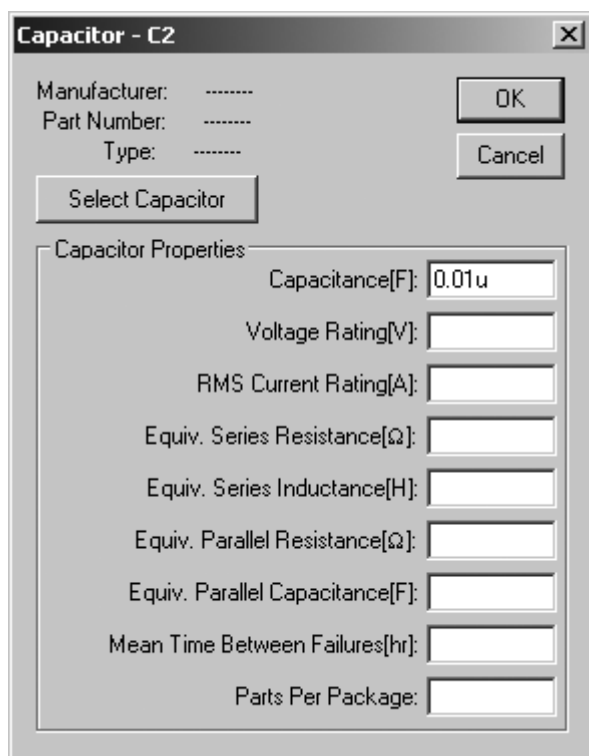

Рис. 2.11. Меню настройки конденсатора
**Lser** (Series Inductance) и параллельная емкость **Cpar** (Parallel Capacitance). Настроить основные и паразитные параметры модели можно в окне настройки (рис. 2.11), которое вызывается щелчком правой кнопки мышки по конденсатору C1 (или C2). Здесь емкость измеряется в фарадах, индуктивность в генри, а сопротивление в омах. В LTspice имеется заранее подготовленная библиотека моделей конденсаторов, куда можно попасть, щелкнув левой кнопкой мышки по кнопке **Select Capacitor** (Выбор конденсатора).